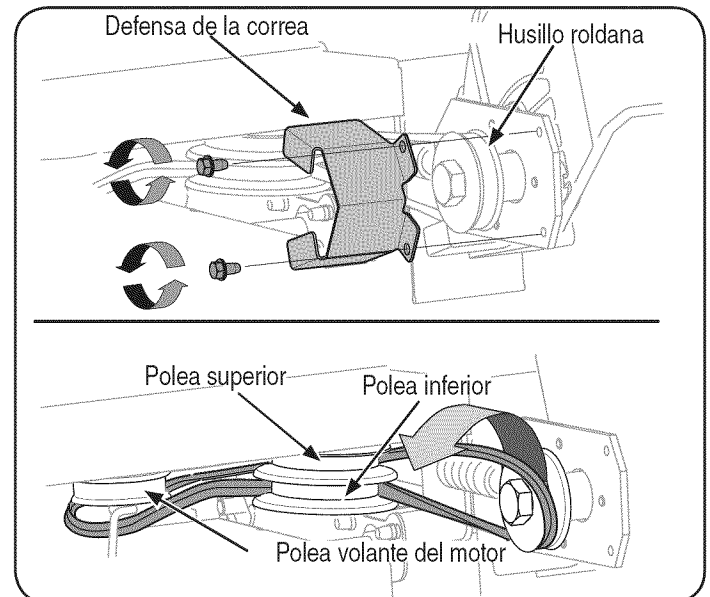

Figura 18
3. Retire la guarda de la correa de las poleas del husillo sacando los dos tornillos autoroscantes que la sujetan al montaje de la placa de la cuchilla. Vea la Figura 18.
4. Cuidadosamente retire la correa de las poleas, verificando una vez más la orientación de la correa. Descarte la correa. Vea la Figura 18.
NOTA: Asegúrese de que el lado "V" de la correa está asentado sobre la polea superior y que el lado plano de la correa está asentado sobre la polea inferior. Vea la Figura 18.